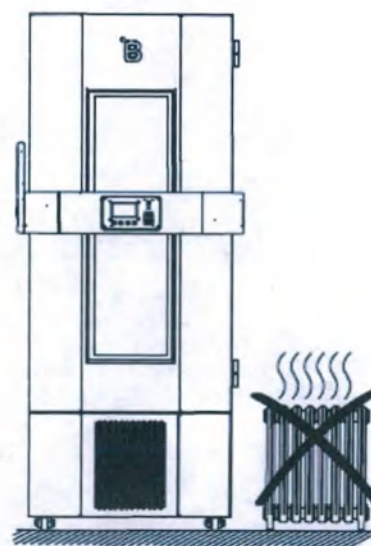

рисунок 3: избегайте устанавливать прибор рядом с источниками тепла
- Прибор должно быть установлено в сухом, хорошо проветриваемом помещении. Не подвергайте прибор воздействию прямого солнечного света и не располагайте рядом с источниками тепла (рисунок 3).